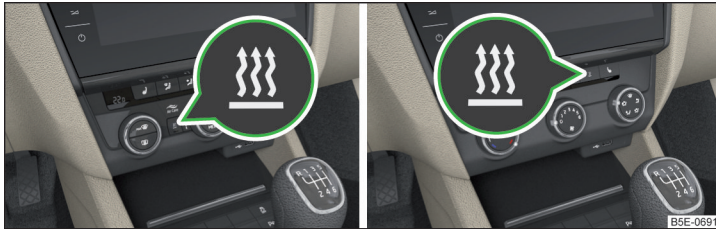

Abb. 155 Taste für das Ein-/Ausschalten (Climatronic / manuelle Klimaanlage)
- ▶ Mit der Taste  auf dem Bedienteil der Klimaanlage » Abb. 155.
Bei aktiviertem automatischem Einschalten leuchtet nach dem Ausschalten der Zündung für 10 Sekunden die Kontrollleuchte in der Taste  auf » Abb. 155.